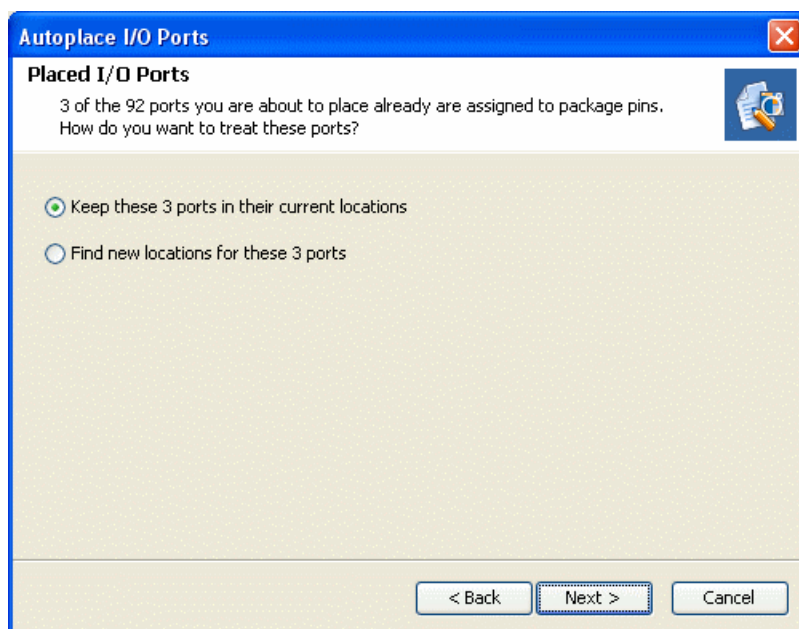

図 8-27 : Autoplace I/O Ports ウィザード
4. 既にパッケージ ピンに割り当てられている I/O ポートのみを選択すると、242 ページの図 8-27 のページが表示されます。